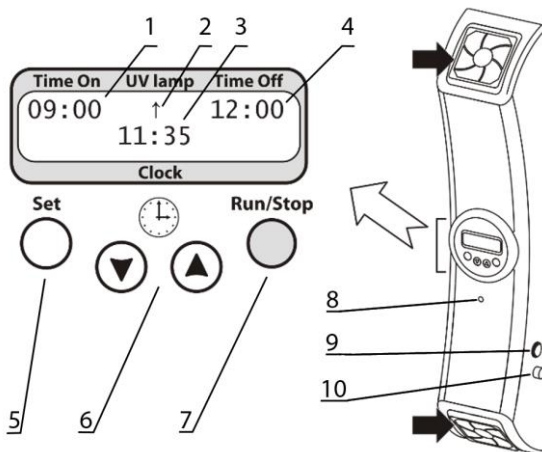

Рисунок 5. Внешний вид и рабочая панель UVR-Mi
5.2.1. Подключите сетевой кабель к сетевой розетке с заземлением. Включите прибор переключателем питания (рис. 5/9) на боковой стороне прибора.
- Время начала рециркуляции воздуха в автоматическом режиме - Time On (рис. 5/1);
- Время окончания рециркуляции воздуха в автоматическом режиме - Time Off (рис. 5/4);
- Индикатор работы УФ рециркулятора – UV lamp (рис. 5/8);
- Часы с текущим временем – Clock (рис. 5/3).
5.2.3. **Установка параметров.** Удерживайте кнопку **Set** (рис. 5/5) нажатой дольше 6 секунд для перехода в режим установки параметров.
5.2.3.1 Меняйте значение мигающего параметрами кнопками ▼ и ▲ (рис. 5/6). Если кнопка зажата дольше 2 секунд, значения меняются быстрее.
5.2.4.1 **Ручной режим.** Нажмите кнопку **Run/Stop** (рис. 5/7) для запуска или остановки рециркулятора. При работе рециркулятора на дисплее высвечивается символ “↑” (рис. 5/2).
5.2.4.2 **Автоматический режим.** Задайте время начала (**Time On**, рис. 5/1) и окончания (**Time Off**, рис. 5/4) рециркуляции, как описано в 5.2.3. Прибор сохраняет установки и после выключения из сети. В заданное время, включенный прибор запускает рециркулятор, если только он не был включён раньше. По достижении установленного времени, прибор останавливает рециркулятор.
5.2.7. **Конец срока службы или неисправность ламп.** После 9000 часов работы УФ ламп или в случае их неисправности, прибор останавливает работу и не возобновляет, пока не будут заменены УФ лампы. На дисплее отображается надпись “END OF UV LAMP LIFETIME” или “ERROR UV LAMP FAILURE”, соответственно. Дополнительно, проверьте индикатор исправной работы УФ ламп (рис. 5/8). Для замены УФ ламп, смотрите 8.6.